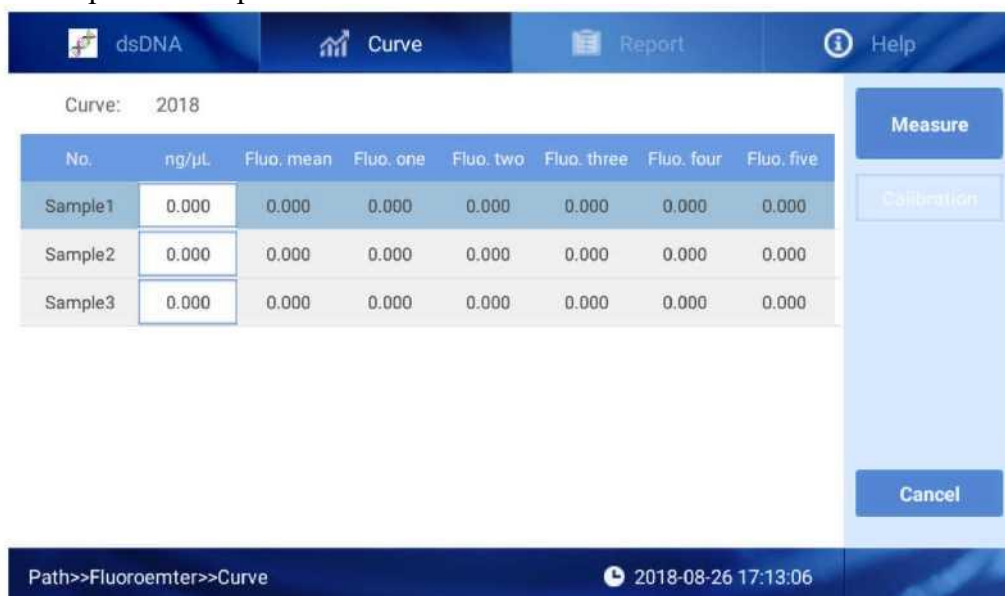

Рис. 4.28. Окно калибровочной кривой
① Нажмите на **Calibration Curve**, чтобы перейти в окно калибровочной кривой в соответствии с рис. 4.28. Интервал калибровочных точек 1–3.